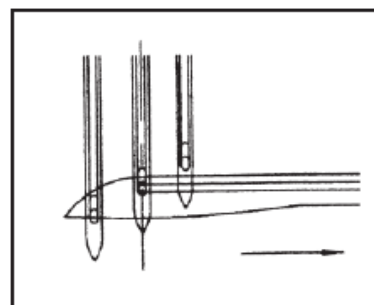

Рис. 25
4. Когда петлитель возвращается назад к средней игле, отверстие в петлителе должно совпадать с отверстием в средней игле (Рис.25).